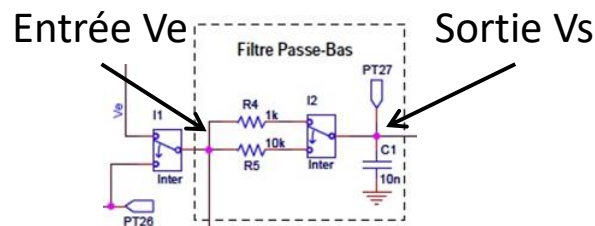

Figure 3 : Filtre
10 -Les interrupteurs I1 et I2 sont positionnés vers le haut comme indiqué sur la figure 3. Une tension sinusoïdale d'amplitude 1 Volt est appliquée sur l'entrée Ve de la carte.
c. Cette tension est envoyée sur l'entrée d'un filtre, pour que la tension en sortie du filtre soit une tension sinusoïdale « lissée » (trait pointillé sur la figure 3).